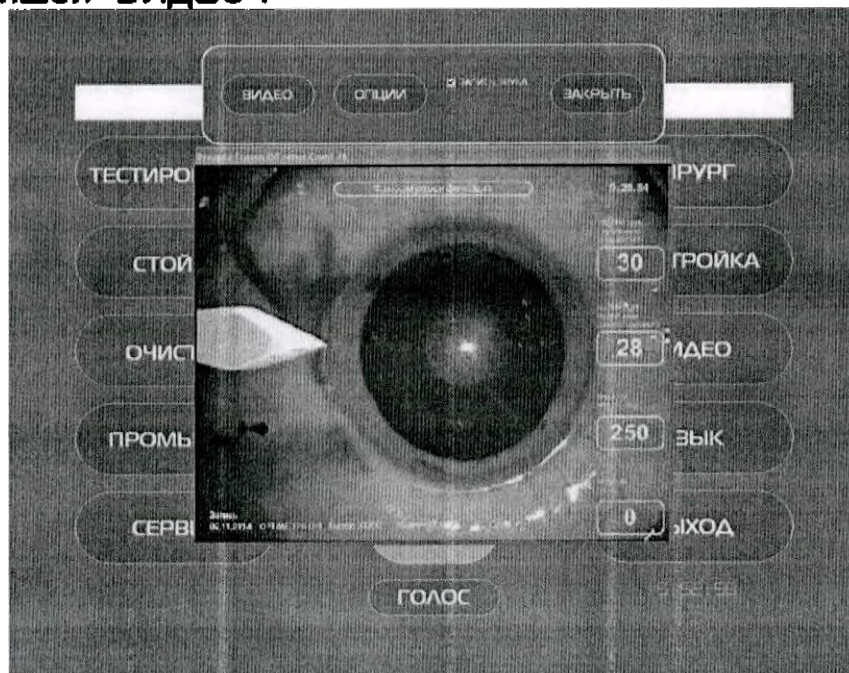

Рис. 14.52 – Панель управления видео.
14.15.5. Панель управления видео (Рис. 14.52).
14.15.11.1. В главном меню (Рис. 14.1) нажать клавишу "ВИДЕО", появится окно изображения и панель управления видео (Рис.14.52). Если камера подключена, то появится изображение с настроенными параметрами по умолчанию. Для изменения параметров настройки захвата изображения (см. п.п. 14.15.4).